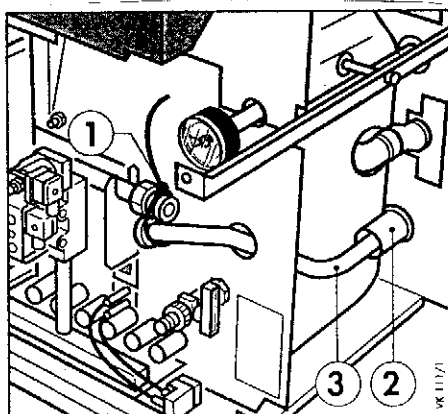

Рис.5.6 Газовая подсоединительная труба
Пояснения к рис.5.6
Удалить транспортировочное крепление (1) (рис.5.6). С помощью газовой подсоединительной трубы (3) выдавить пластмассовую заглушку (2) назад из облицовки котла. Смонтировать газовую присоединительную трубу с уплотнением для газа.